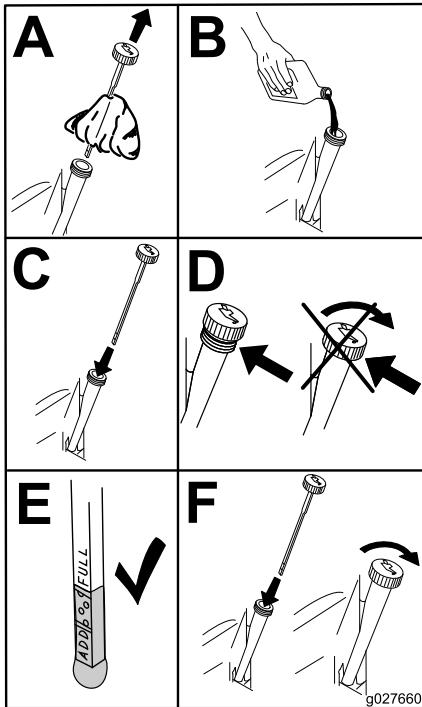

Bild 46
6. Gießen Sie langsam ungefähr 80 % der angegebenen Ölsorte in den Einfüllstutzen und füllen Sie dann vorsichtig mehr Öl ein, um den Ölstand an die **Voll**-Markierung zu bringen (Bild 46).